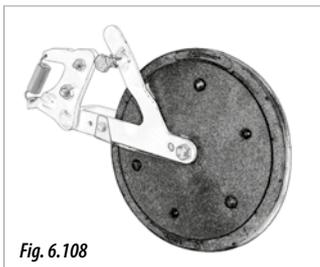

Fig. 6.108
- **CAOUTCHOUC** : pour semences fragiles susceptibles d'être brisées au plombage (Fig. 6.108).